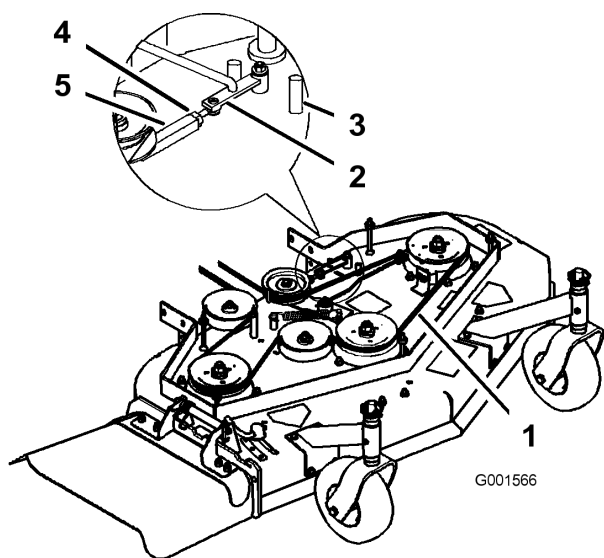

Figura 39
3. Afloje la contratuerca del tensor (Figura 39).
4. Gire el tensor hacia la parte trasera del cortacésped para aumentar la tensión de la correa. Gire el tensor hacia la parte delantera del cortacésped para reducir la tensión de la correa (Figura 39).